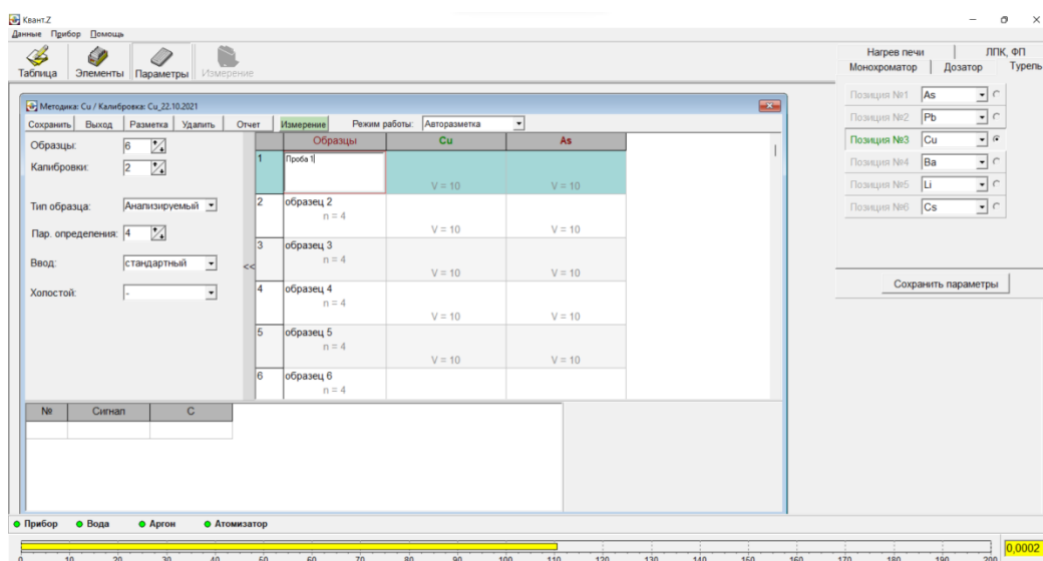

Рис. 27П – Ввод наименования образца
- 3.7.7** Для ввода наименования образца наведите мышку на надпись «Образец №» в редактируемой ячейке и произведите двойной щелчок левой кнопкой мышки. Имя «Образец №» активизируется (Рис. 27П). Отредактируйте наименование образца, например «Проба №1».